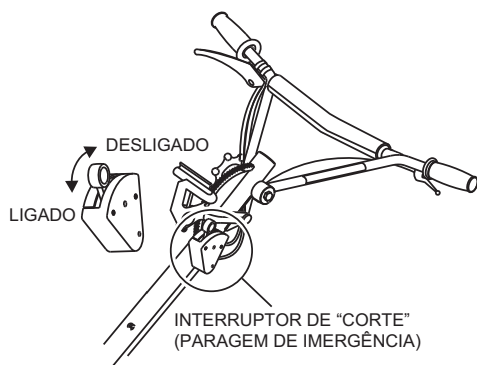

Figura 25. Interruptor de "corte" centrífugo
3. Coloque o **interruptor de corte centrífugo** (Figura 25) na posição "**ON**" (ligado). Para modelos que utilizam esta função.